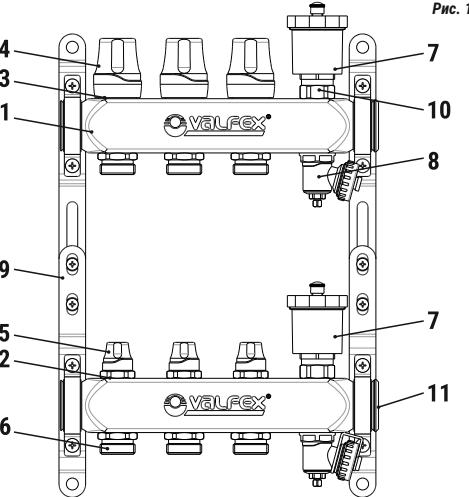

Рис. 1
- Присоединение циркуляционных петель осуществляется с помощью фитингов стандарта «евроконус» 3/4" (HP).
- Состав коллекторной группы (Рис.1)